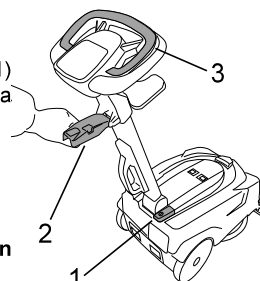

Fig.16
- Appuyer sur l'interrupteur général (Fig.16-Rep.1).
- Abaisser le suceur à l'aide du levier (Fig. 16- Rep. 2).
- Actionner le levier de commande brosse (Fig. 16 - Rep. 3).
- Lever le suceur à l'aide du levier (Fig. 16- Rep. 2).
- Appuyer sur l'interrupteur général (Fig.16-Réf.1).